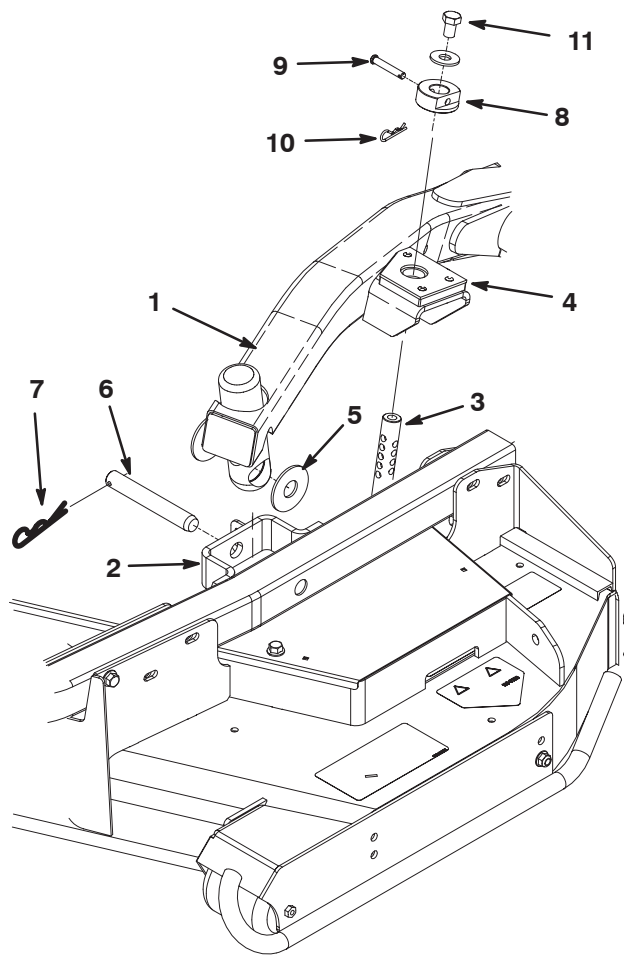

Bild 3
2. Stellen Sie den Hubhebel auf die Schweben-Stellung. Drücken Sie einen Hubarm nach unten, bis die Löcher im Hubarm mit den Löchern in der Laufradarmhalterung ausgerichtet sind, und die Schnitthöhenstange in die Hubarmpolster eingesetzt werden kann (Bild 3).
3. Befestigen Sie den Hubarm mit zwei (2) Druckscheiben, einem Lastösenbolzen und einem Splint am Laufradarm. Legen Sie die Druckscheiben zwischen den Hubarm und die Halterung des Laufradarms (Bild 3). Setzen Sie das Ende des Splints in den Schlitz im Laufradarm ein, um den Splint zu arretieren.
7. Befestigen Sie die Schnitthöhenstellringe an den Schnitthöhenstangen und befestigen Sie sie mit den Lastösenbolzen und den Splints (Bild 3). Der Kopf des Lastösenbolzens sollte möglichst zur Mähwerkvorderseite zeigen.
8. Setzen Sie oben auf jeder Schnitthöhenstange eine 1/2 x 3/4 Zoll Kopschraube und eine Scheibe ein (Bild 3).